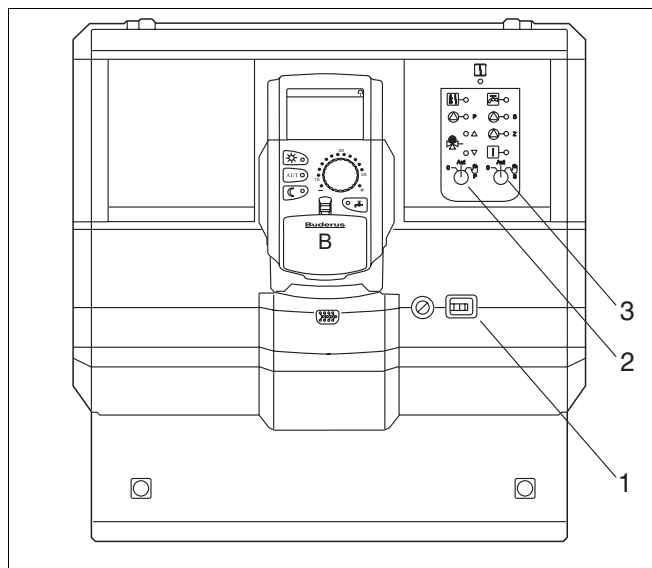

Abb. 2 Logamatic 4116
- Das Regelgerät am Betriebsschalter Abb. 2, **Pos. 1**) einschalten.
- Primärkreis (Abb. 2, **Pos. 2**) am Wahlschalter
- Sekundärkreis (Abb. 2, **Pos. 3**) am Wahlschalter